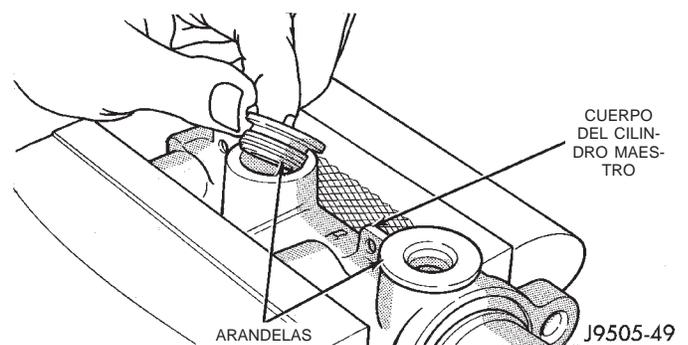

Fig. 44 Desmontaje de arandelas
(6) Retire las arandelas usadas del cuerpo del cilindro (Fig. 44).